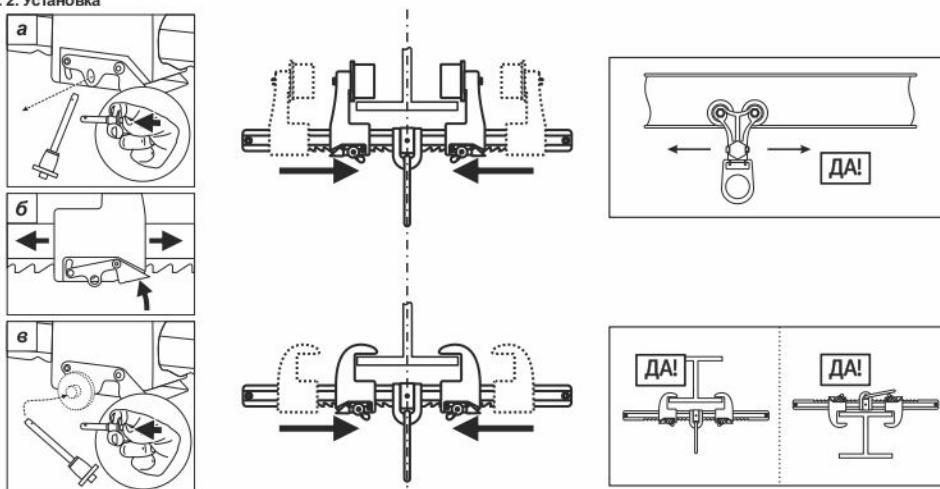

Рис. 3. Ограничения по использованию
Перед монтажом и использованием устройства убедитесь в отсутствии эффекта маятника для пользователя (рис. 3), а также рассчитайте возможную высоту падения.
2. Установите анкерное устройство сверху или снизу на двутавровую балку. Убедитесь, что точка анкерного крепления находится на центральной оси балки (рис. 3). Зажмите балку передвижными скобами. Убедитесь, что защитные фиксаторы находятся на ближайшем к балке расстоянии и зафиксированы (рис. 3).